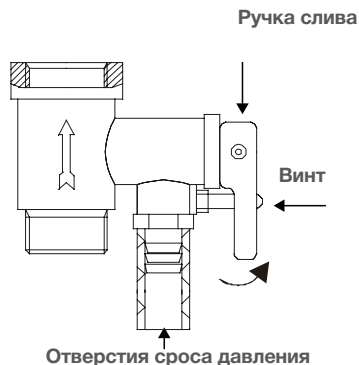

Рис. 9*
6. Воду можно слить через комбинированный предохранительный клапан (рис.9) (для этого открутите винт ручки слива комбинированного предохранительного клапана и переведите ручку слива в верхнее положение, при это кран выхода горячей воды должен быть открыт, а кран подачи холодной воды в водонагреватель должен быть перекрыт).